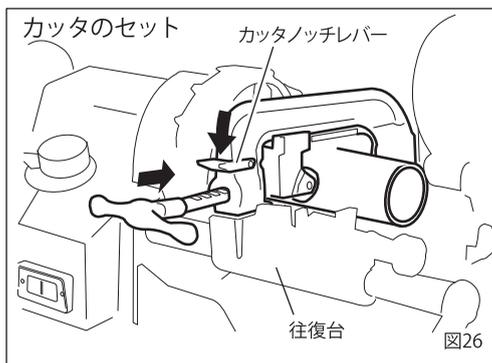

図26
- ④ パイプカッタをパイプ径より大きくひらいてパイプカッターの前後を往復台の受け溝に入れます。
- ⑤ 切断箇所に刃の位置を合わせてカッタノッチレバーを押しながら、刃とローラがパイプに軽く当たるところまで近づけてください。(図26)